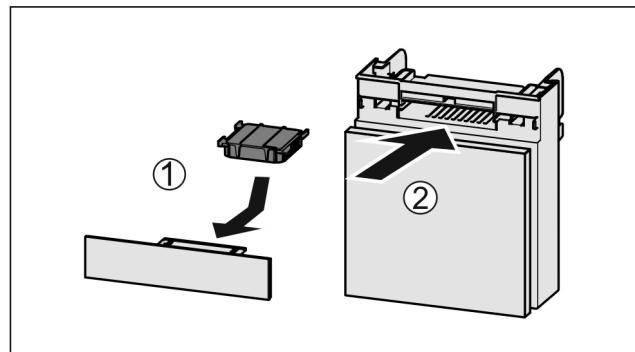

Fig. 143
- Aktivni ogleni filter vstavite Fig. 143 (1) skladno s prikazom na sliki.
Predal potisnite noter Fig. 143 (2).